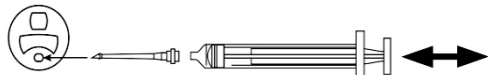

図3
- (4)(3)で改善されない場合、針をインフレーションルーメンに差し込み、シリンジでポンピング操作を行う(図3)。